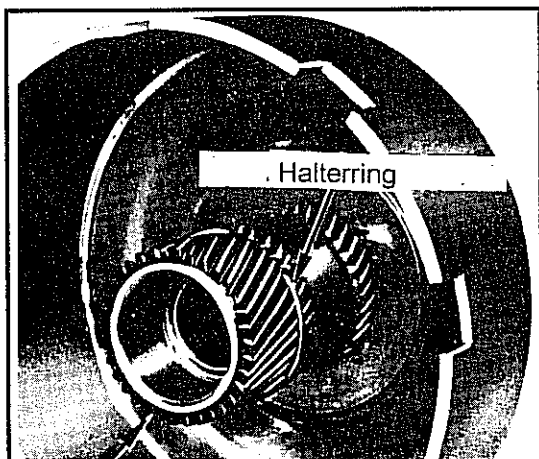

Abb. 10-105 Entfernen des Halterings am Sonnenrad innerhalb des Antriebsgehäuses
- Den vorne angebrachten Federring des Sonnenrads entfernen. Siehe hierzu Abb. 10-105.
- Den vorne liegenden Federring zur Befestigung von am Antriebsgehäuse einsetzen. Hierbei einen neuen Federring verwenden und diesen nicht überdehnen. Siehe Abb. 10-105.